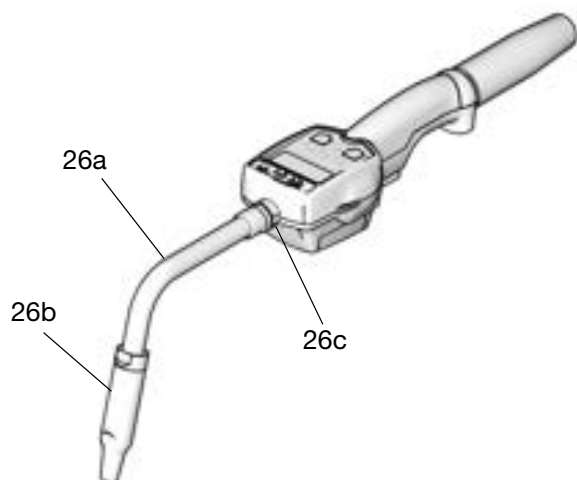

図 6
1. 封止剤ナット (26c) を延長器具 (26a) に取り付けます (図 6)。
2. 延長器具は、メーター排出口内に少なくとも 3 回通してしっかりと固定します (図 6)。